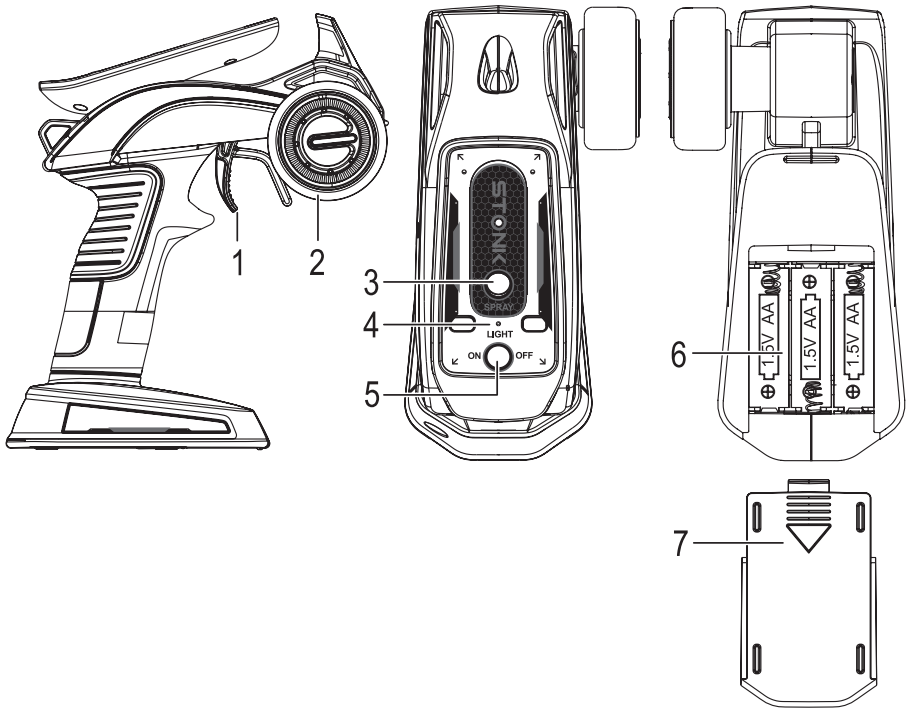

Bild 1
- Halten Sie den Ein-/Ausschalter (Bild 1, Pos. 5) etwa eine halbe Sekunde gedrückt, bis die Power-LED (Bild 1, Pos. 4) leuchtet. Lassen Sie den Ein-/Ausschalter los, danach blinkt die Power-LED.
- Schalten Sie erst jetzt den Sender aus, drücken Sie den Ein-/Ausschalter (siehe Bild 1, Pos. 5) für etwa eine halbe Sekunde. Die Power-LED am Sender erlischt.
Mit dem Gashebel (Bild 1, Pos. 1) wird die Vorwärts-/Rückwärtsfahrt gesteuert. Wird der Gashebel in Richtung Griff gezogen, muss das Fahrzeug vorwärts fahren (Geschwindigkeit abhängig von der Hebelstellung). Schieben Sie den Gashebel vom Griff weg, muss das Fahrzeug rückwärts fahren.
Mit dem Steuerrad (Bild 1, Pos. 2) kann während der Vorwärts- oder Rückwärtsfahrt die Fahrtrichtung gesteuert werden. Die Antriebsketten links und rechts laufen unterschiedlich schnell, wodurch das Fahrzeug in die entsprechende Richtung fährt.
- Schalten Sie den Sender ein (ggf. vorher 3 Batterien vom Typ AA/Mignon einlegen, siehe Kapitel 12.1). Die rote LED (Bild 1, Pos. 4) blinkt.